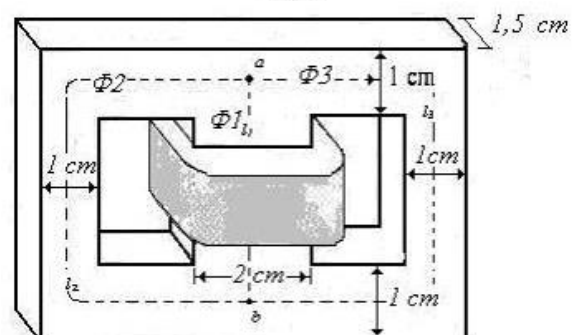

Fig. 5
6.-La Fig. 5 representa el circuito paralelo magnético de *acero colado* de un transformador trifásico y tiene una bobina de 500 vts. Las longitudes medias son $l_2 = l_3 = 10$ cm, $l_1 = 4$ cm. Halle la corriente en la bobina si $\phi_3 = 0,173$ mWb.